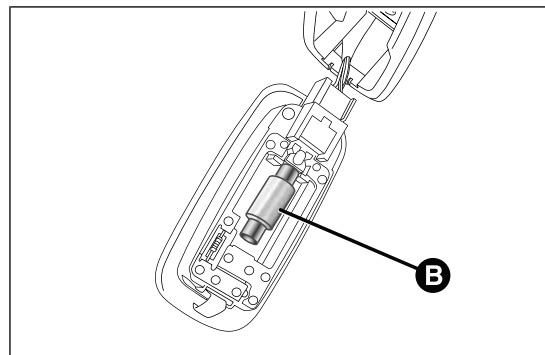

fig. 188
- ☐ sustituir la lámpara B fig. 188 soltándola de los contactos laterales;